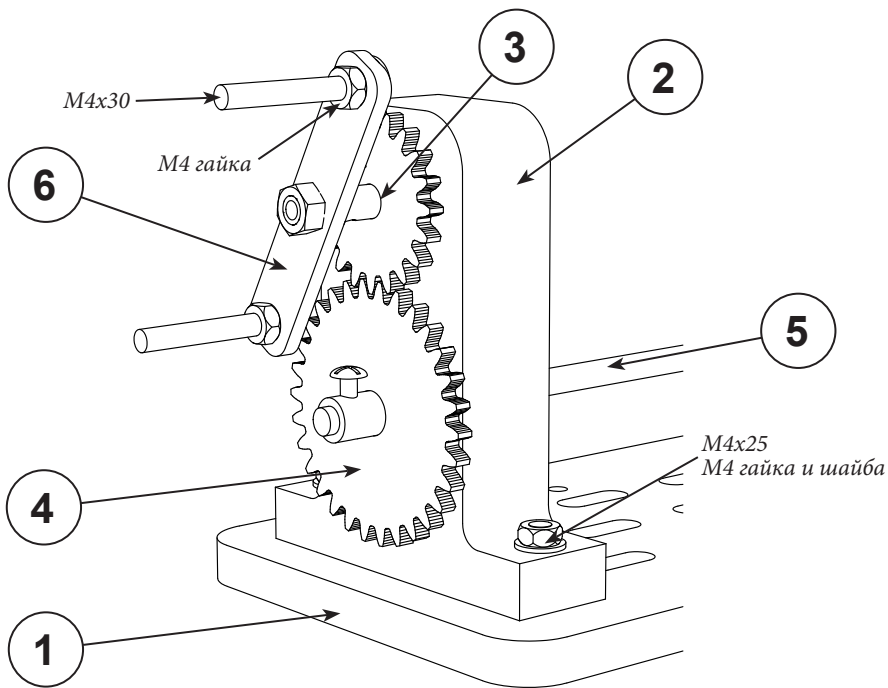

Рисунок 1.
3. Установите щеки (2) на основании (1) на необходимом расстоянии друг от друга. Зафиксируйте их, используя винты с потайной головкой М4×25, гайки и шайбы М4 (*рис. 1*).
4. Вставьте передаточную ось (5) в нижние отверстия щек (2) (*рис. 1*).